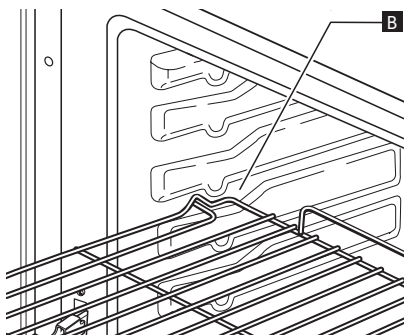

Fig. 2
2. Inclinez la grille à la hauteur de la position de blocage « B » (fig. 2).